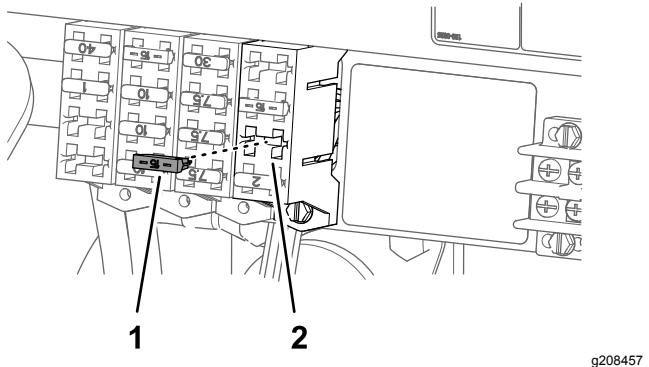

Figure 79
2. Remplacez-le par un fusible neuf (Figure 79).